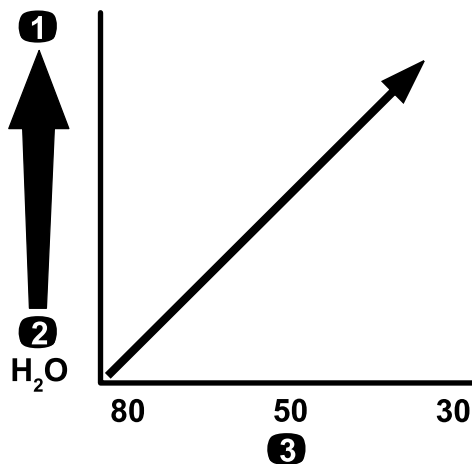

Figure 61
**Important:** Si vous pulvérisez des produits chimiques de viscosité plus élevée (plus épais) ou des solutions avec poudres mouillables, vous devrez peut-être utiliser un maillage plus grossier pour le filtre d'aspiration en option ; voir Figure 61.